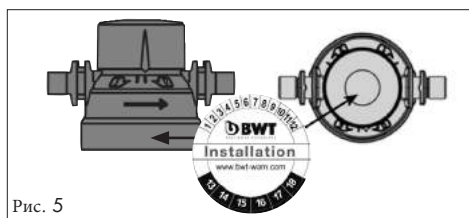

Рис. 5
7. Пометьте прилагаемую этикетку с датой установки (месяц / год) и наклейте этикетку сверху на головную часть фильтра (см.рис.5).